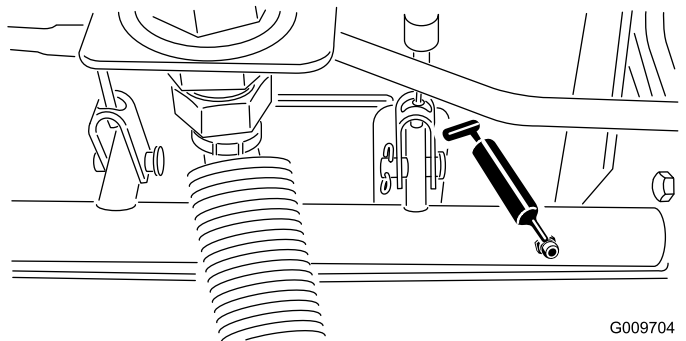

Bild 43
- Bremsstangen-Drehlager (5) (Bild 43)